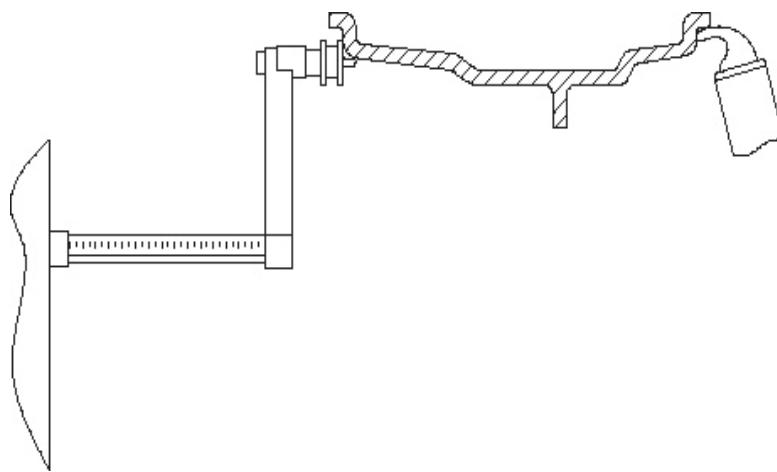

Figura F3.6- Aquisição automática dos parâmetros nos modos de STD, ALU1, 2, 3, 4, 5
- 2) Puxe dois medidores ao mesmo tempo e deixe-os na posição mostrada na Figura F3.6;
- 2) Puxe a régua de distância/diâmetro como mostrado na Figura F3.6 contra a borda do aro;